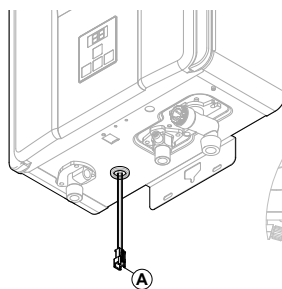
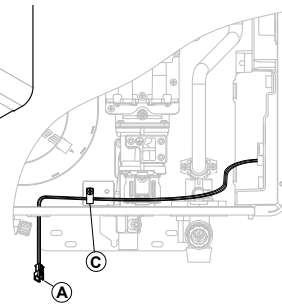

Fig. 1
Fig. 2
3. Passare sufficiente cavo attraverso il foro gommato della mantellatura (Fig. 1); collegarne il capo alla scheda elettronica e fissarlo alla scocca © (Fig. 2);